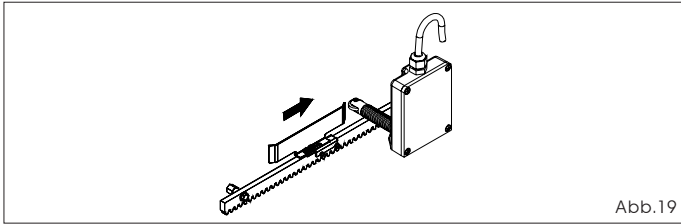

Abb.19
- 5) Das Feinblech auf der Zahnstange in die Öffnungsrichtung schieben (Abb. 19). Sobald sich die LED-Diode des Endschalters für den Öffnungsvorgang auf dem elektronischen Steuergerät ausschaltet, das Feinblech um weitere ca. 20-30 mm nach vorne versetzen und provisorisch mit den mitgelieferten Schrauben auf der Zahnstange befestigen.